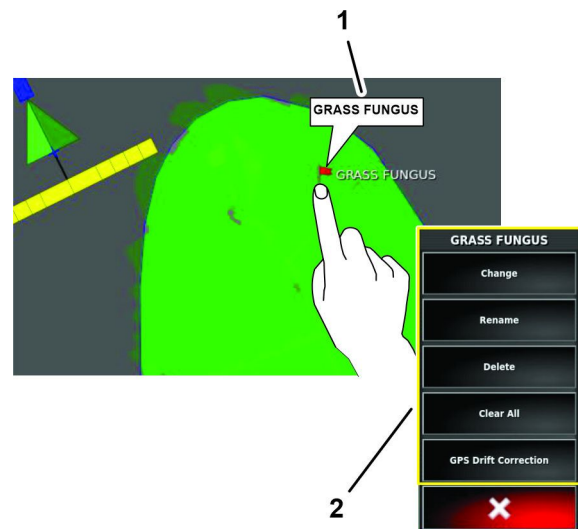

Figura 83
1. Premete il dito sul punto di segnalazione sullo schermo del quadro di comando, fino a quando non viene visualizzato il pop-up Punto di segnalazione (Figura 83).
Viene visualizzato il menu Modifica segnalazione (Figura 83).